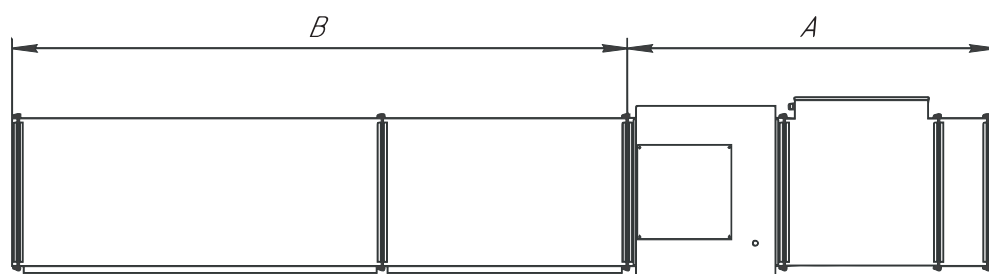

Рис. 2
- **Длина/ширина щелевых секций (см. рис. 2) воздушной завесы** должна быть равна или превышать ширину дверного проема, чтобы препятствовать проникновению холодного воздуха. Полезная длина воздушных завес (щелевой проём) — от 2 до 5 м. Если сторона проёма, на которой устанавливается завеса, больше 5 метров, то следует устанавливать несколько агрегатов вплотную друг к другу.